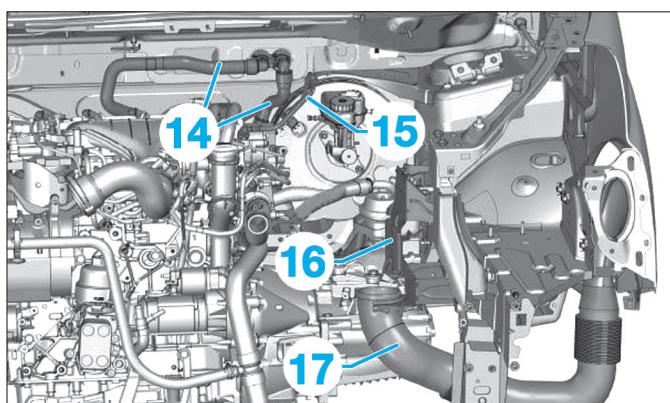

Fig. 69
- les durits du radiateur de chauffage (14) (**Fig.69**),
- la durit à dépression de l'amplificateur de freinage (15).
- le support de boîte à air (16),
- le col d'entrée d'air (17),